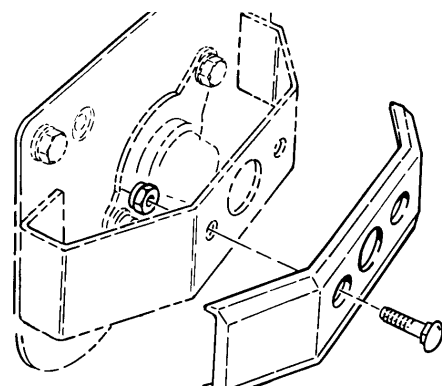

図 3
4. No.1, No.2とNo.3の各カッティングユニットのガード（図3）にウェイトを1個ずつ取り付ける。ウェイトはカッティングユニットの駆動ハウジングの反対側についている。ウェイトに付属している 1/2 インチキャリッジボルトで固定する（図3）。